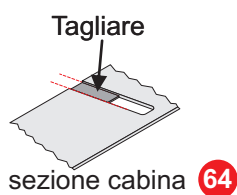

fig. 87
54) Nella base della cabina pezzo n° 64 è previsto un piccolo intaglio nella lamiera questo dovrà essere definitivamente rimosso per consentire il passaggio dei fili vedi (fig.87).